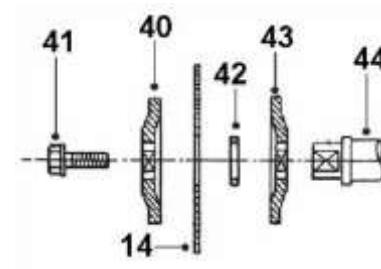

Рис. 4
Нажмите и удерживайте кнопку (34), Рис.2, проворачивайте пильный диск (14) до характерного щелчка (момента блокировки шпинделя). Удерживая пильный диск (14) в заблокированном положении, выкрутите болт (41), Рис.4, по часовой стрелке. Снимите наружный фланец (40) и пильный диск (14), Рис.4.
Установите пильный диск (14) в соответствии с последовательностью, указанной на Рис.4, так чтобы зубья пильного диска (14) были направлены вниз в передней части пилы, Рис.2. На шпиндель (44) установите внутренний фланец (43), переходное кольцо (42) и пильный диск (14) с соответствующим посадочным диаметром. Установите наружный фланец (40).
Закрутите болт (41), Рис.4, вращением против часовой стрелки, удерживая кнопку (34) фиксации шпинделя (44) в нажатом положении, Рис.2. Установите и закрепите защитный кожух (13).